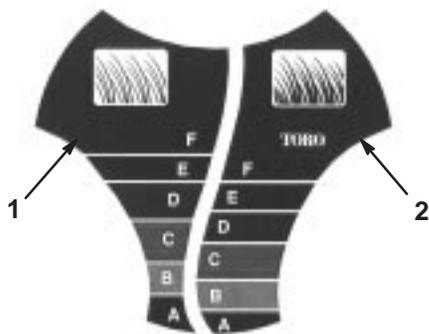

Figure 15
Le système SmartWheel™ comporte deux échelles de coupe : Clairsemée/ normale et Drue – de manière à garantir une hauteur de coupe adaptée quelle que soit la nature de l'herbe (Fig. 15). Utilisez principalement l'échelle Clairsemée/ normale pendant les mois d'été. L'échelle Drue est utilisée de préférence quand l'herbe est drue et humide, généralement au printemps.
2. Amenez la tondeuse sur la surface de travail, arrêtez-vous quand le dessin **SmartWheel** est vertical sur l'une des roues arrière (Fig. 15).